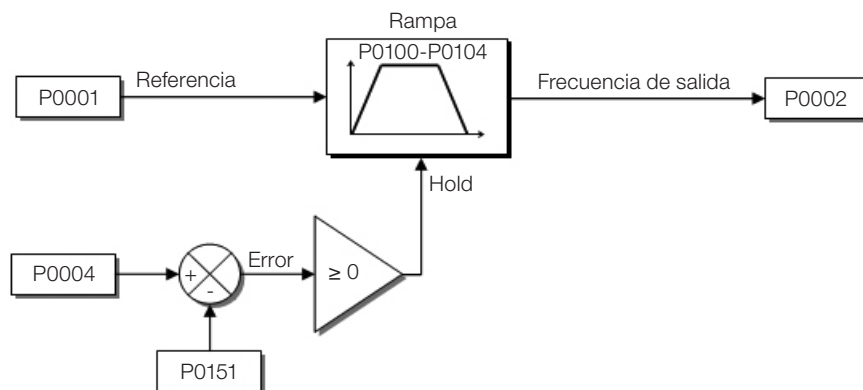
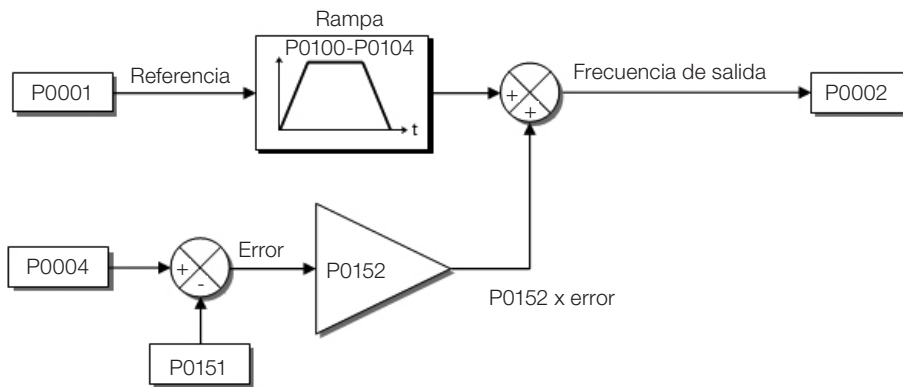
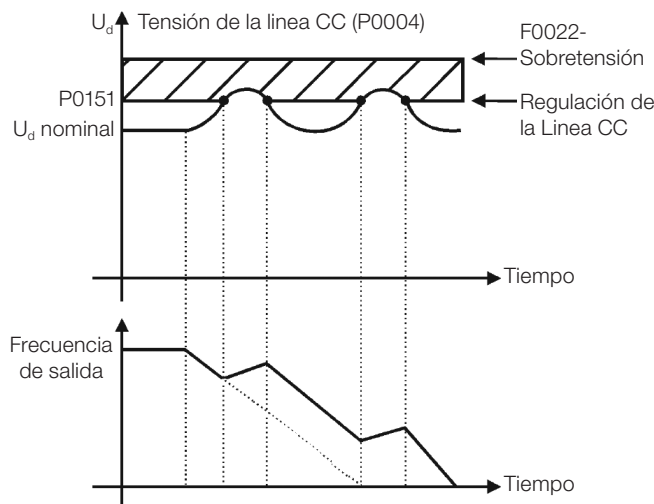

Figura 11.2: Bloque-diagrama de la limitación de la tensión de la línea CC – Hold de Rampa
Figura 11.4: Bloque-diagrama de la limitación de la tensión de la línea CC – Acelera Rampa
Figura 11.5: Gráfico ejemplo de la limitación de la tensión de la línea CC – Acelera Rampa
- Actuación: la tensión de la línea CC es medida (P0004) y comparada con el valor ajustado en P0151, la diferencia entre estas señales (error) es multiplicada por la ganancia proporcional (P0152), el resultado es sumado a la salida de la rampa, conforme las Figura 11.4 en la página 11-6 y Figura 11.5 en la página 11-6.
Las Figura 11.2 en la página 11-5 a Figura 11.5 en la página 11-6 muestran los bloques-diagramas y gráficos ejemplo.